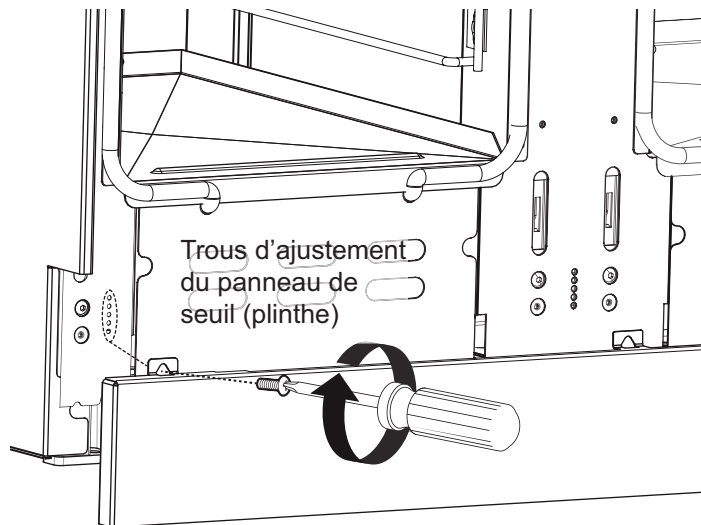

Figure 28 : Ajustement du panneau de seuil (plinthe)
3. Remplacez le panneau à l'une des cinq positions de trou de vis, comme illustré sur la Figure 28. Réinstallez les vis Torx.
Tournez le bouton à HI. Voir Figure 28 pour les caractéristiques de flamme appropriées.